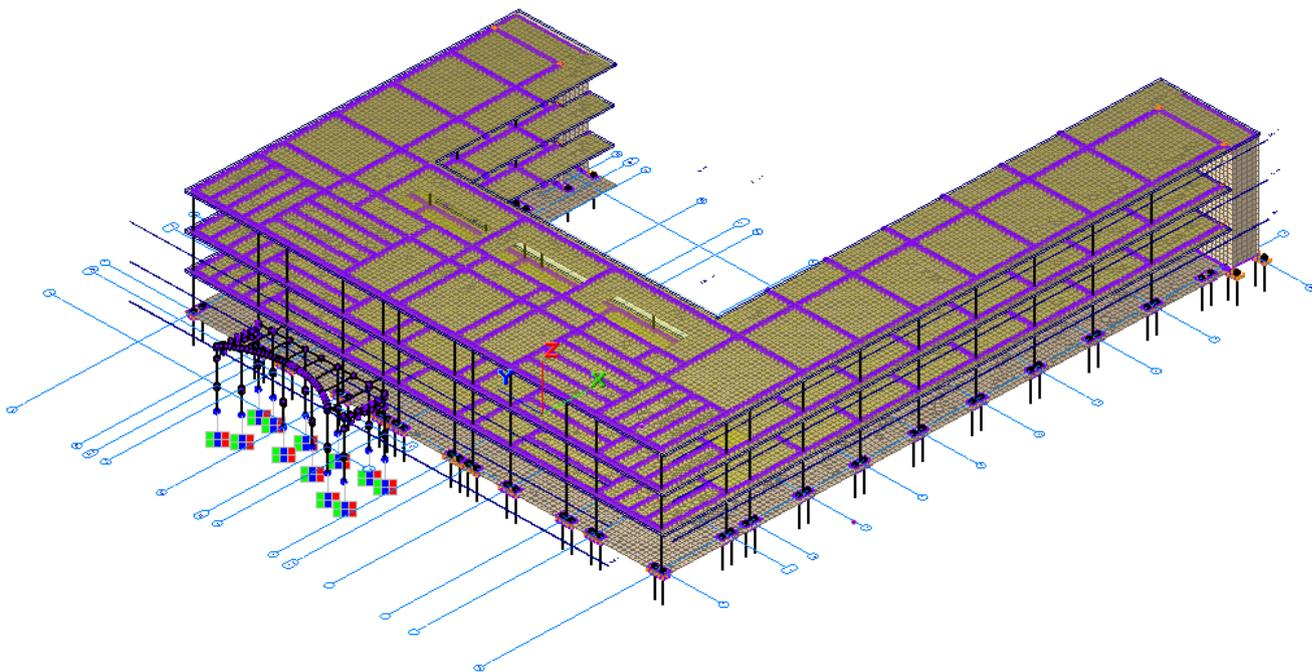

Рис.15.43. Расчетная модель с пересечениями и триангуляцией
- Расчетная модель с триангуляцией выглядит следующим образом (рис.15.43).